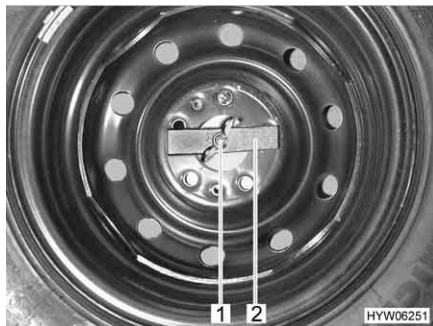

Fig. 135 Ruota di scorta nel gavone di coda
- Svitare manualmente il dado ad alette (Fig. 135,1) e rimuoverlo.
- Rimuovere la barretta di compressione (Fig. 135,2).